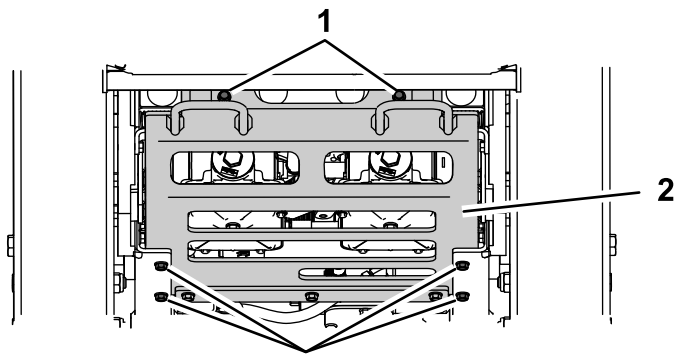

Figura 46
4. Quite los 6 pernos (2 traseros, 4 laterales) de la placa de deslizamiento y retírela (Figura 46).
15. Instale la placa de deslizamiento (Figura 46).